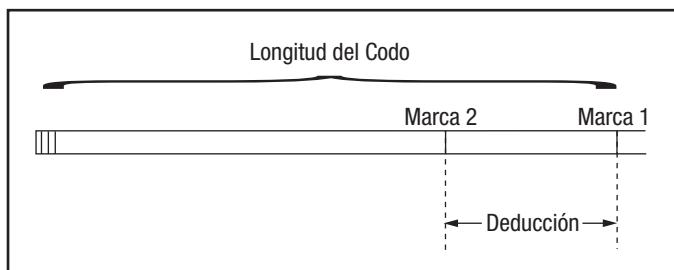

Figura 2
3. Mida y marque la longitud del codo en la tubería portacables. Ésta es la marca 1. Reste la deducción del codo y marque la tubería portacables. Ésta es la marca 2 o la marca de plegado. Consulte la Figura 2.